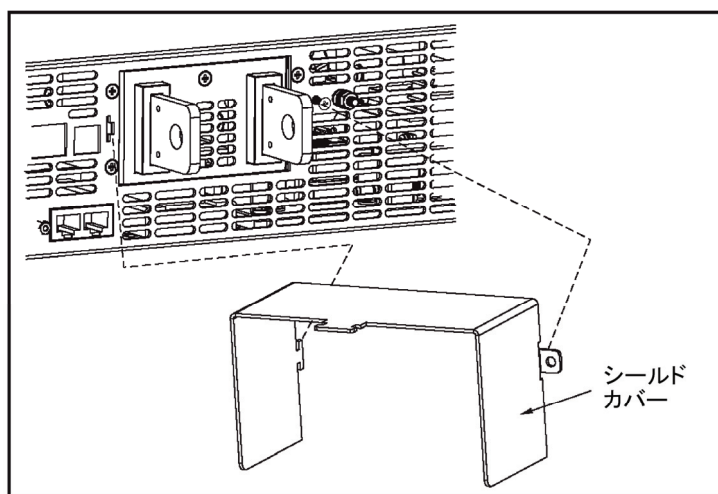

図 3-7 出力端子用シールドカバーの取付け
- ◆ バスバーのシールドカバーを筐体に取り付ける場合は図 3-7 を参照してください。